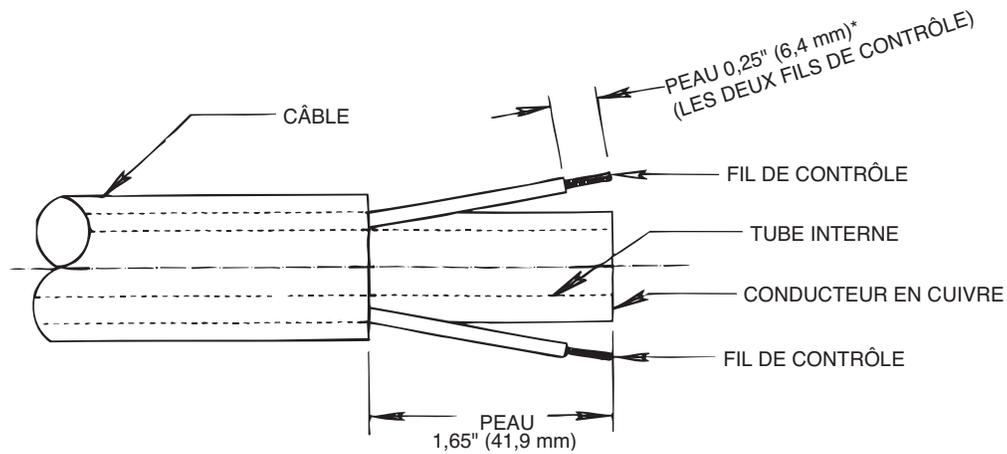

Figure 2
- f. Couper la section endommagée du câble et dénuder la chemise extérieure comme indiquée sur la Figure 2. Faire attention de ne pas couper l'isolation des fils de contrôles en dénudant la chemise. Dénuder les fils de contrôle rouge et blanc sur  $\frac{1}{4}$  de pouce (6,4 mm) à partir de l'extrémité et sertir une nouvelle terminale S19492-2 sur chaque fil.